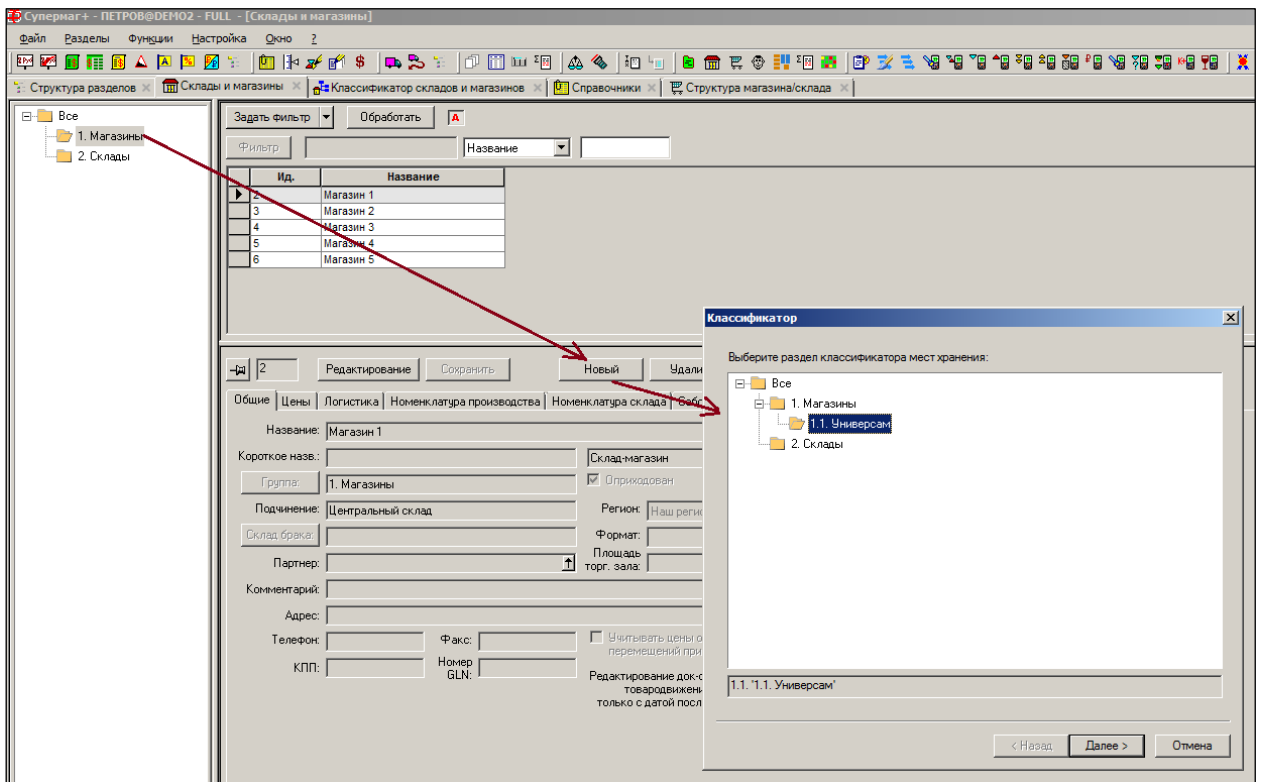

Рисунок 17 – Привязка МХ к узлу Классификатора
2. Определить узел Классификатора, к которому будет привязано регистрируемое МХ и нажать кнопку **Далее** (Рисунок 17):